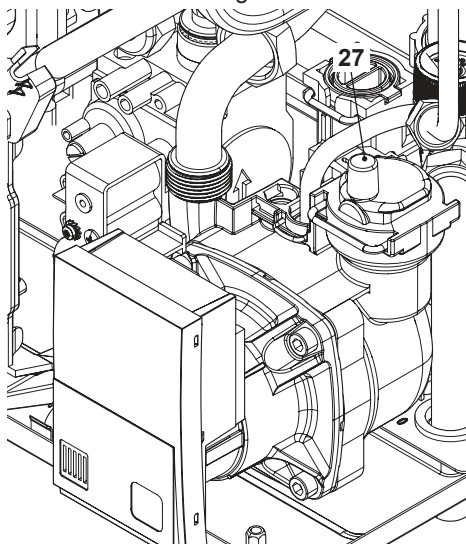

Figura 6.3
- Afloje el tapón de la válvula de purga automática 27 en la Figura 6.3.